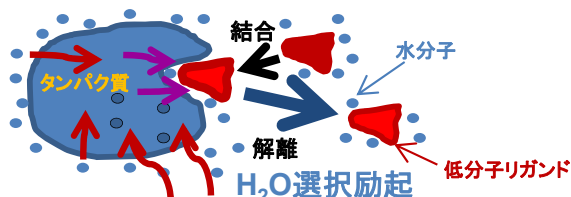

図1 WaterLOGSY法(水分子を選択的に励起)
- WaterLOGSY法の測定手法を図1に、応用例を図2に示します。相互作用しているリガンドのシグナルは上向きに、していないリガンド分子のシグナルは下向きに現れます。